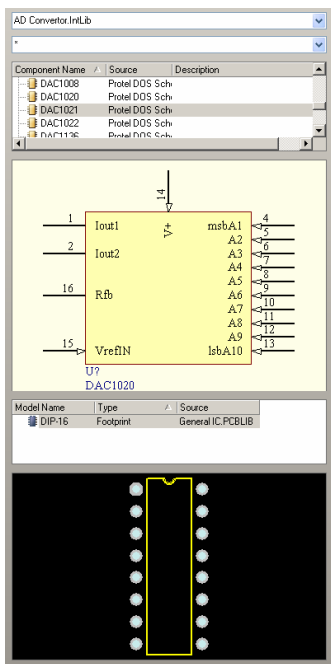

图 5.40 “AD Convertor.IntLib”元件库
(18)在“Library”工作面板的元件库选择下拉列表中选择生成的“AD Convertor.IntLib”元件库,打开该元件库,如图 5.40 所示。